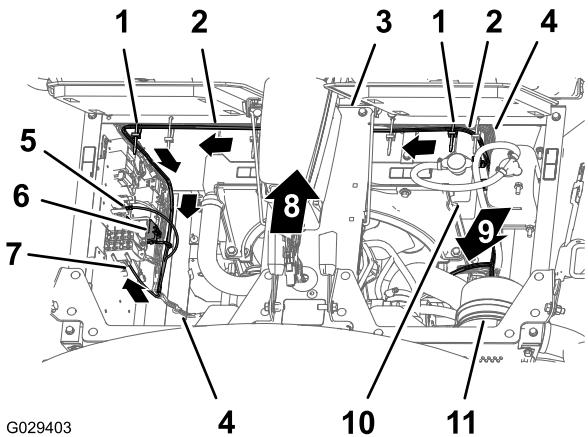

Figure 11
3. Acheminez la branche compartiment moteur de 197 cm du faisceau de câblage vers le bas le long du côté gauche du radiateur et le long du bas du panneau électrique (Figure 11).
4. Fixez le faisceau de câblage du kit de finition au faisceau de la machine à l'aide de 2 serre-câble, comme montré à la Figure 11.